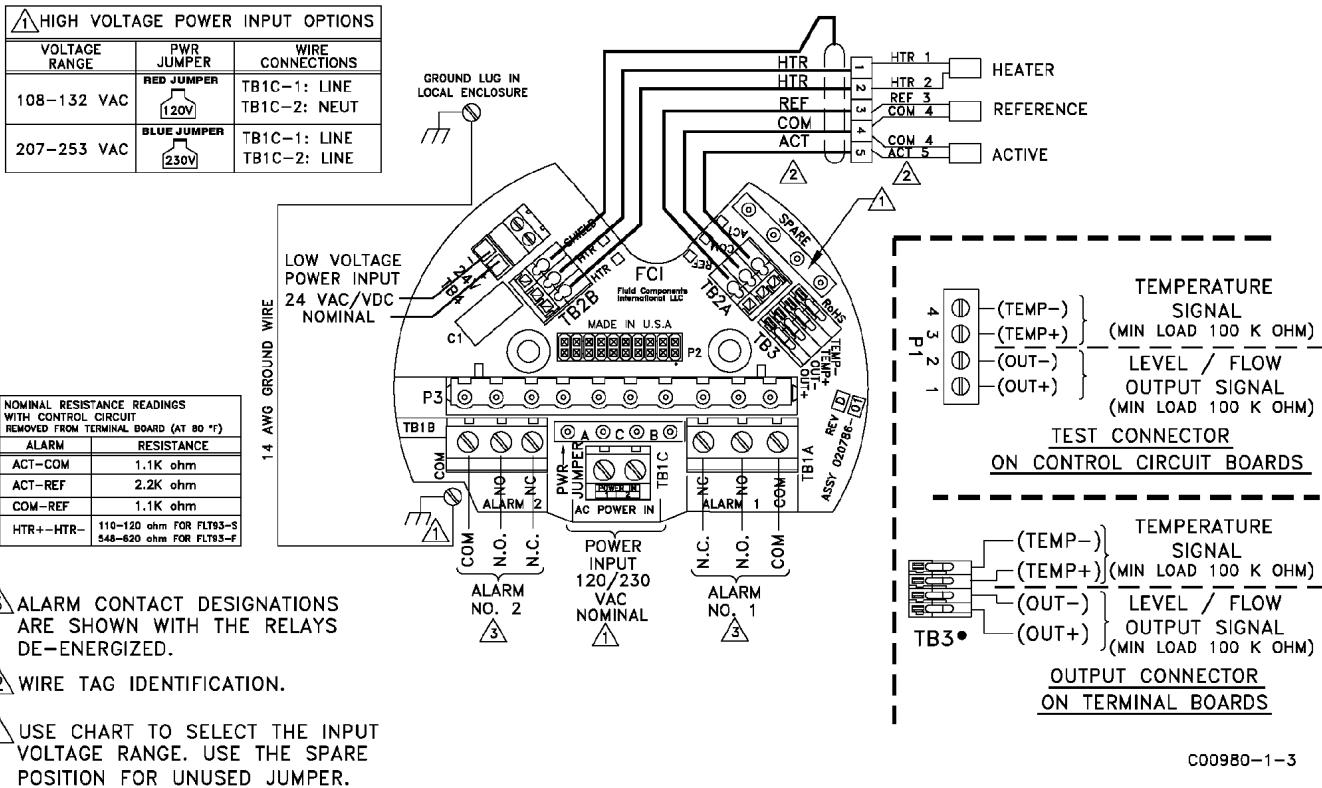

Figura 2-9 Diagrama da fiação remota
5. Ao conectar a fiação do relé, faça-o com total entendimento daquilo que o processo requer do instrumento. O instrumento tem contatos SPDT duplos ou DPDT simples na saída do relé, dependendo da configuração da ponte para cada ponto de comutação do alarme. Para os terminais e lógica do relé, consulte a Figura 2-9. Consulte também as Tabelas 3-5 e 3-6 na Seção 3 - Operação. Os contatos do relé são mostrados com os relés desenergizados. Conecte a fiação conforme os requisitos do sistema.